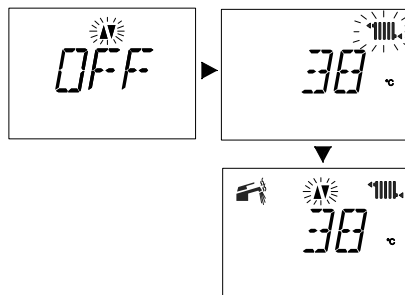

Figura 2.8 LCD Min. Riscaldamento
- con regolazione temperatura mandata riscaldamento minima **Figura 2.8**